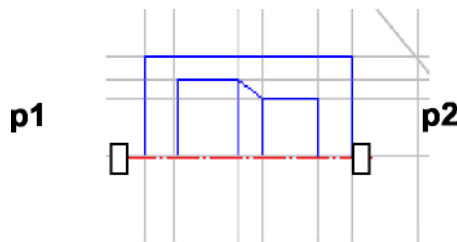

Рис. 1.22. - Построение симметричного изображения
5) указать последовательно первую точку **p1**, а затем вторую **p2** принадлежащих оси симметрии (рис. 1.22). Для завершения построений нажмите кнопку  в **Панели свойств**